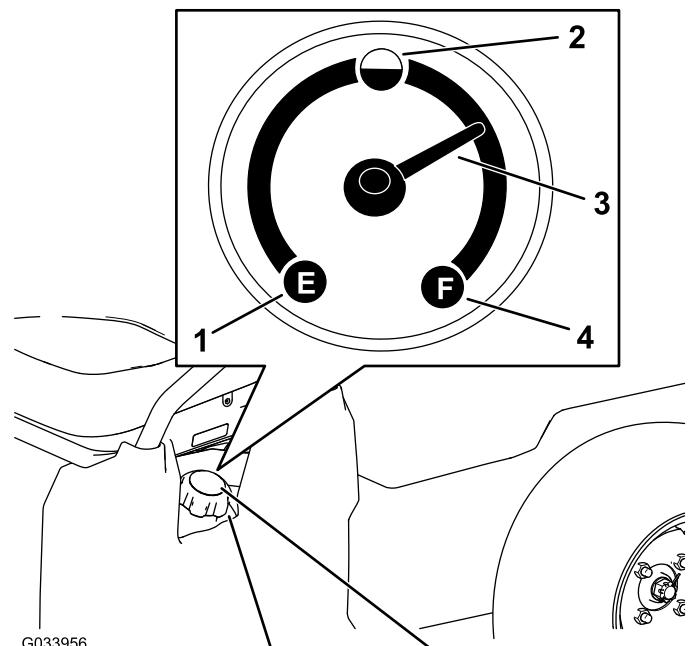

Figura 11
5. Limpie la zona alrededor del tapón del depósito de combustible (Figura 11).